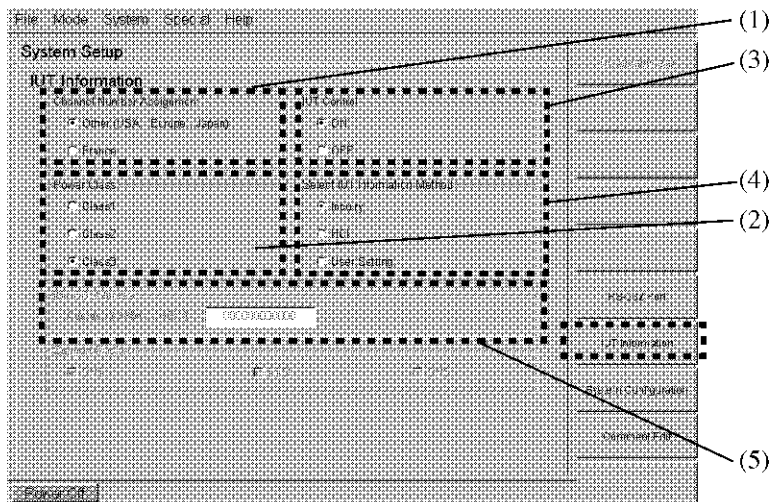

図 2-33 IUT Information
IUT Information (図 2-33 (1) ~ (5)) で、IUT に合った設定を行います。
1. 79 チャンネル、23 チャンネルのうち、どちらかを選択します (図 2-33 (1) 参照)。
2. SIG で定義されている RF 送信電力の最大出力クラスを選択します (図 2-33 (2) 参照)。
3. 本器背面パネルの RS-232 ポートで被測定物の制御方法を選択します (図 2-33 (3) 参照)。
4. 被測定物のボード・アドレスやサポート・パケットの情報設定を自動／手動で行うかを選択します (図 2-33 (4) 参照)。
5. ステップ 4 で、User Setting を選択した場合に、被測定物のボード・アドレスを直接入力します (図 2-33 (5) 参照)。
6. ステップ 4 で、User Setting を選択した場合に、DH1、DH3、および DH5 のパケット・タイプを複数個、任意に選択できます (図 2-33 (5) 参照)。